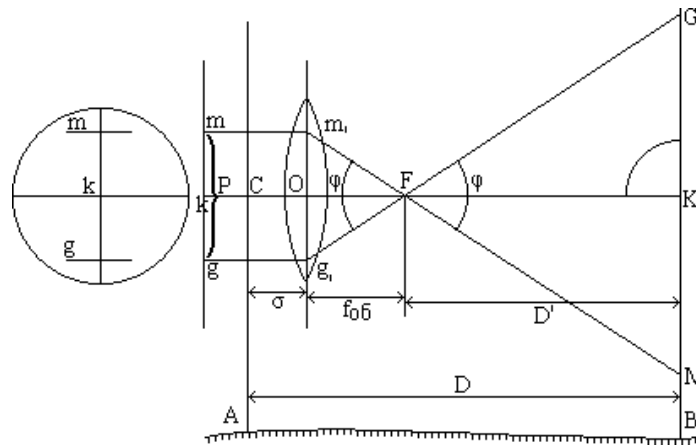

Рис.7 Дальномерные нити
*Нитяной дальномер с постоянным углом.* В сетке нитей зрительных труб имеются две дополнительные горизонтальные нити, расположенные по обе стороны от центра сетки нитей на равных расстояниях от него; это - дальномерные нити (рис.7).